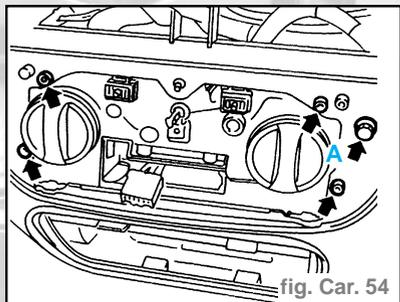

fig. Car. 54
- Dévisser les vis de fixation du tableau de bord au réchauffeur et la vis (A) (fig. Car. 54).